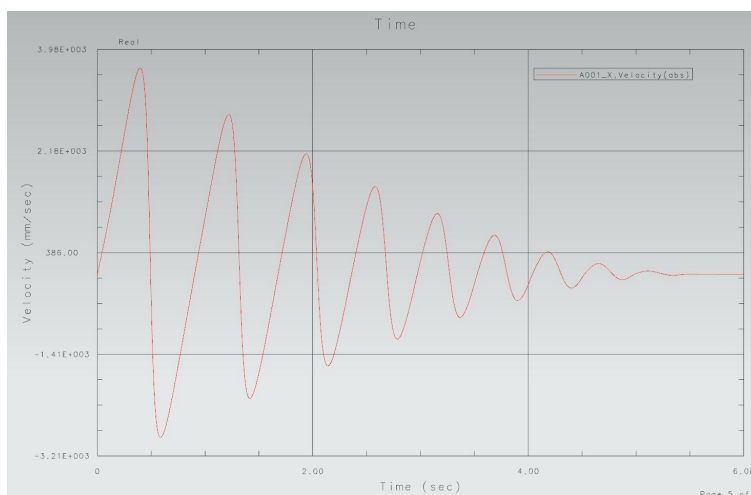

рис.53
- На рис.53 приведен график не перемещения, а **скорости** маркера A001. Вы можете “вручную” примерно проверить правильность определения скорости в заданные моменты времени.